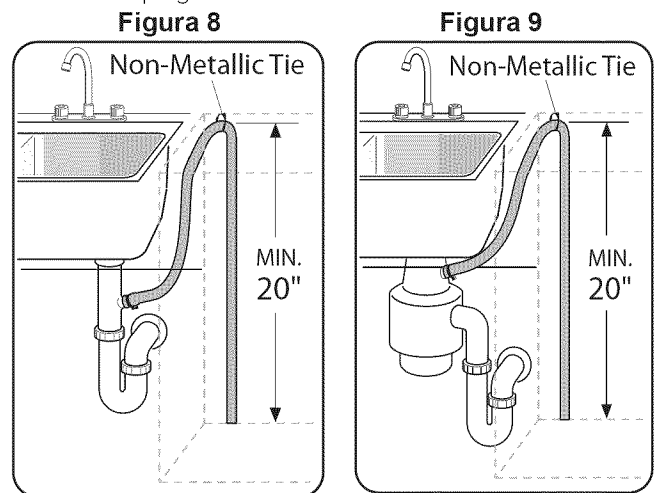

Figura 10
- 3 A la conexión de drenaje para lavadora de platos ubicada debajo del fregadero a través de un espacio de aire, como se muestra en la Figura 10.